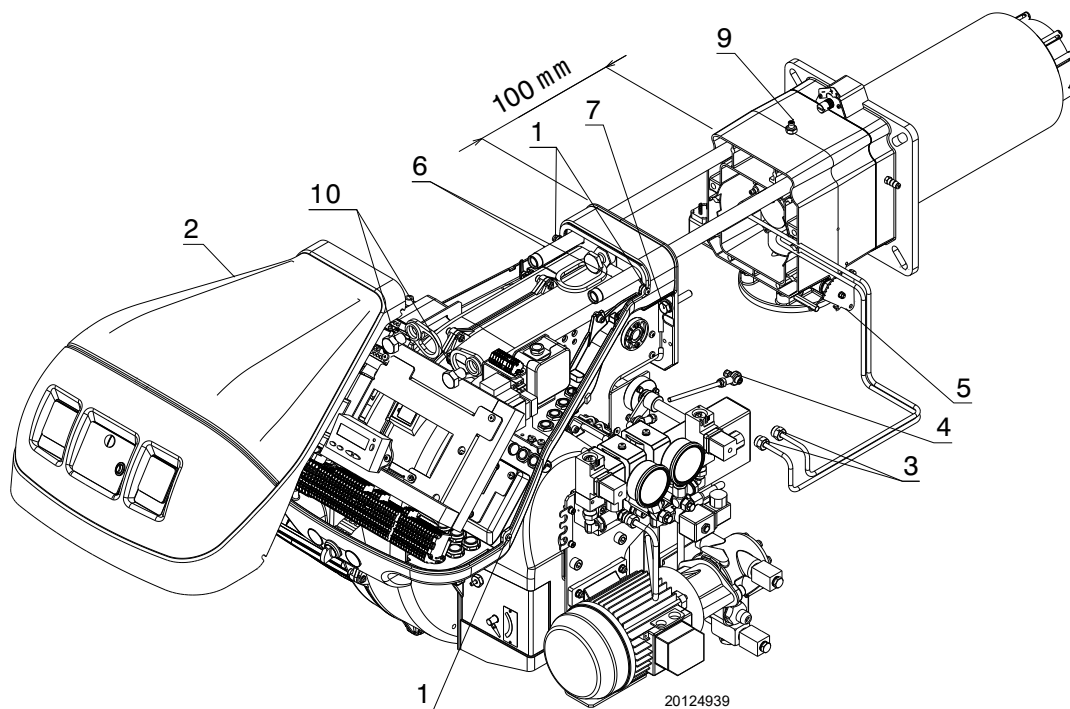

Fig. 57
- Aflojar los 4 tornillos 1)(Fig. 57) y sacar la tapa 2);